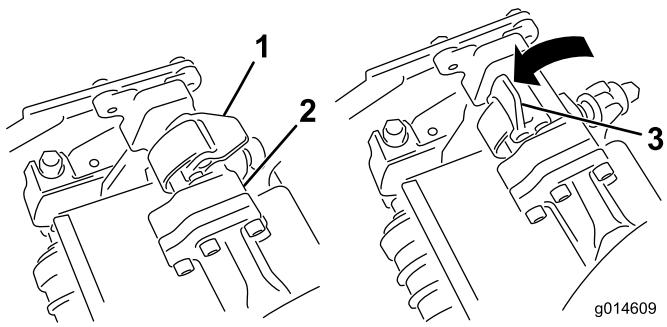
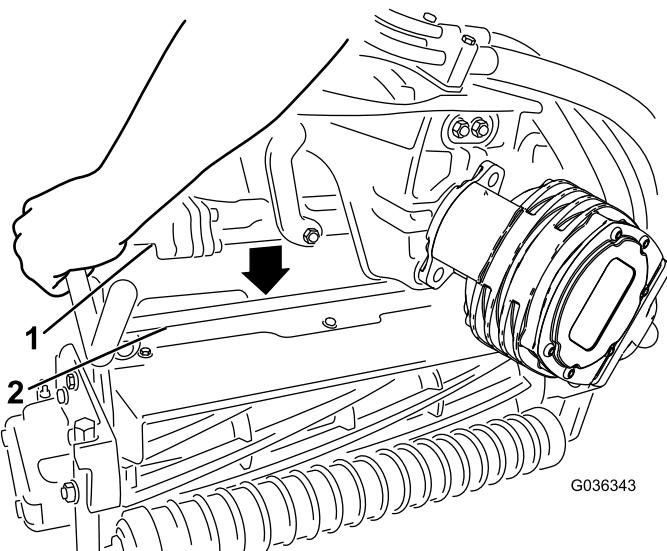

図 32
図 33
- サスペンションアームのバーについているラッチを上向き開いた状態にして 図 32、サスペンションアームを押し下げて、バーを、カッティングユニットのバーの上に被せるようする 図 33。
5. ラッチを下げて閉じるとカッティングユニットのバーがロックされてユニットがアームにセットされる 図 32。
5. 取り外したいカッティングユニットのサスペンションアームのバーについているラッチを開く図 32。